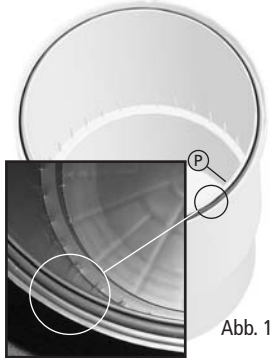

Abb. 1
- Vor der ersten Inbetriebnahme müssen Sie den Filterdeckel-O-Ring (P) montieren, der in einer separaten Plastiktasche mitgeliefert wird. Dieser O-Ring muss ordentlich an seinem Platz oben am Filterkanister eingesetzt werden. (Abb. 1)